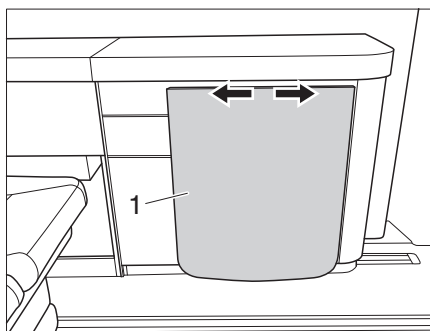

Figure 11 Table dans le Campstar
- ▷ Relever légèrement le plateau de table (Figure 11, 1) avant de le déplacer afin de ne pas rayer les meubles.